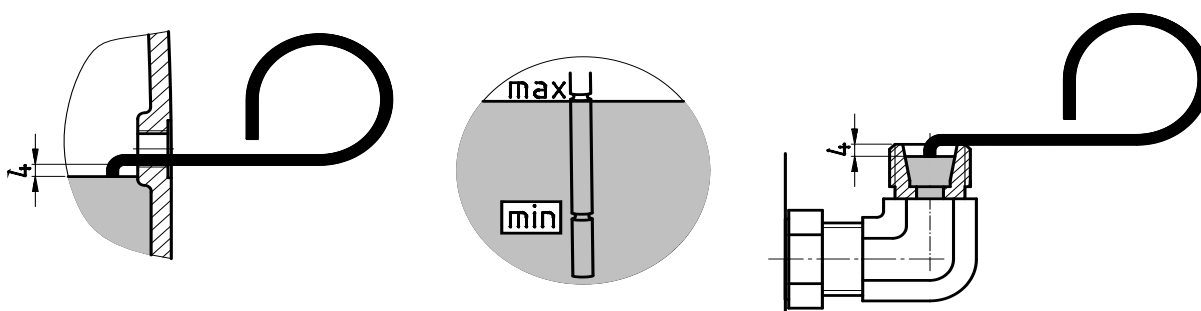

図 27: オイルレベルゲージによるオイルレベルの点検
1. 構造形状 M4 (V1 および V5) での標準ヘリカルギヤユニットは、オイルレベルの点検用に、図 27 (右図) に示された曲げパイプを有しています。この曲げパイプは、垂直上向きになっていなければなりません。オイルレベルの点検前にネジを緩めて加圧式エアベントを外します。
3. ギヤユニット内のオイルレベルを付属のオイルレベルゲージ (部品番号: 283 0050) で、図 27 (左右の図) に示されているように点検します。このとき、オイルレベルゲージのオイルに浸る部分を垂直に保持します。
オイルレベルは、オイルリザーバ内のディップスティック（ねじ山 G1¼） 付き止めネジを使って点検します。ディップスティックを完全にねじ込んだときに、オイルレベルが下マークと上マークの間になければなりません（図 27(中央の図)）。このギヤユニットは、7.1 章 "構造形状と取付け位置" 章に示されている構造形状でのみ作動させてください。